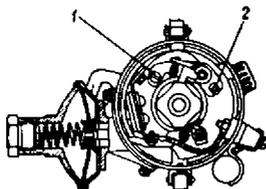

Рис. 118. Распределитель зажигания:
4. Если зазор больше или меньше 0,35--0,45 мм, надо ослабить стопорный винт 1 (рис. 118) крепления стойки неподвижного контакта и, вращая регулировочный эксцентриковый винт 2, установить нормальный зазор.
6. Ослабить винт 3 (см. рис. 118) и повернуть пластину октан-корректора вместе с распределителем так, чтобы указатель совпал со средним делением шкалы, нанесенным на пластине.